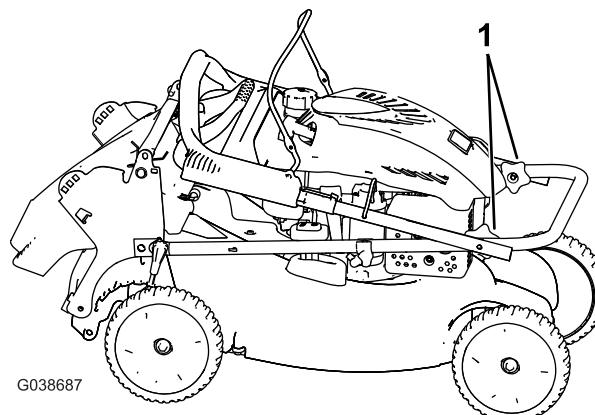

Figure 25
4. Rabattez la partie supérieure du guidon vers le moteur ; voir Figure 25.